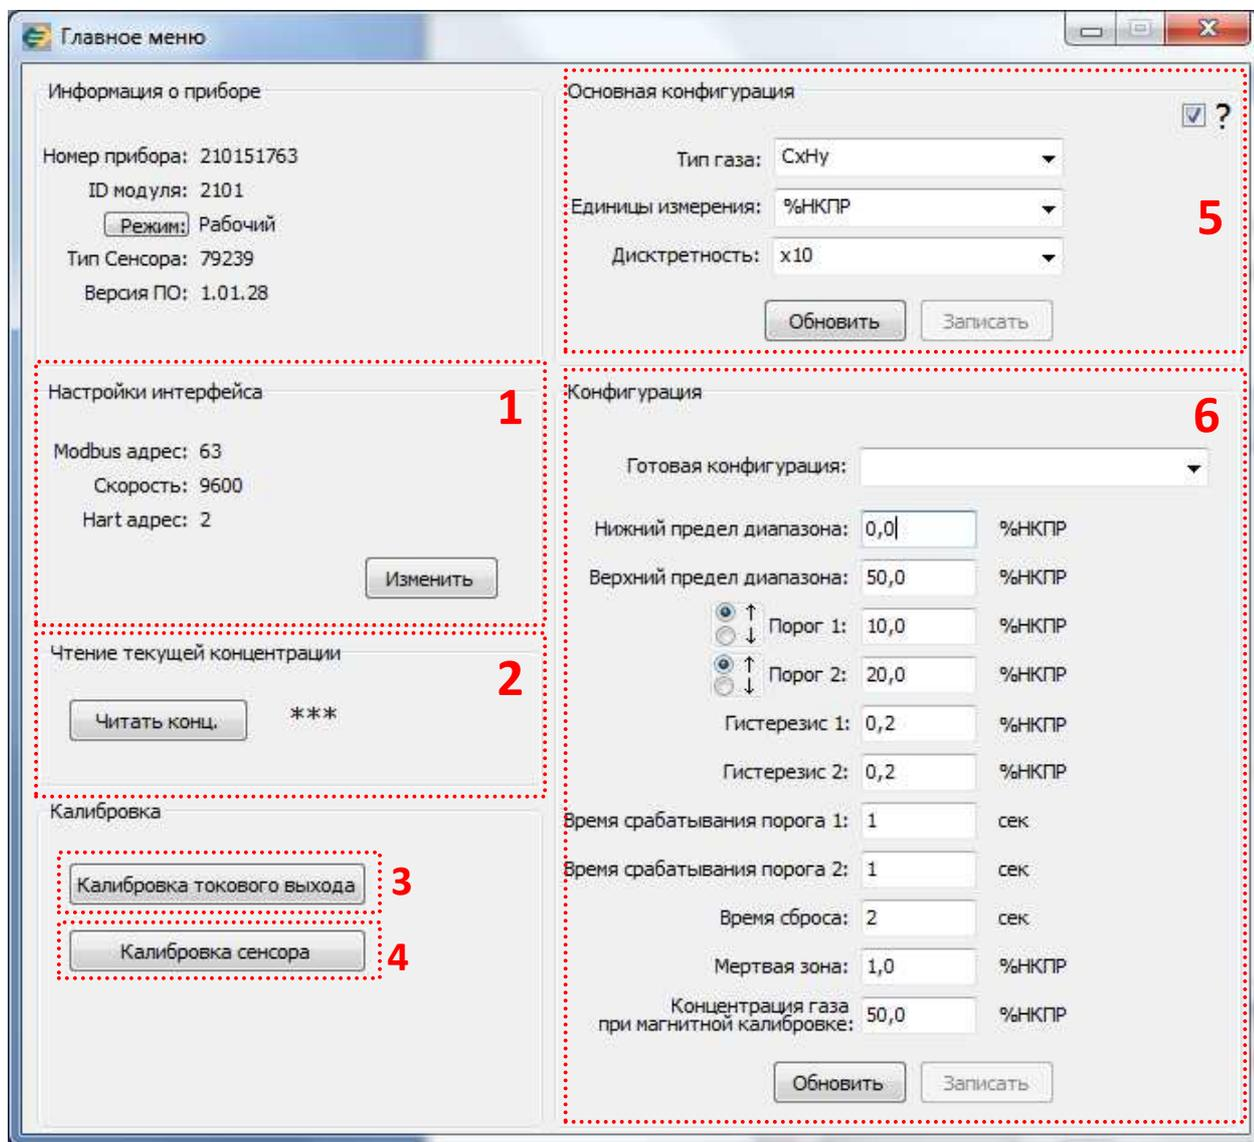

Рисунок 2 – Главное окно программы
5. Нажмите кнопку «Подключить». После этого отобразится главное окно программы (рисунок 2).
Важно!!! При калибровке или изменении параметров прибор автоматически переводится в сервисный режим, данный режим определяется белой световой индикацией центрального светодиода и аналоговый выходной сигнал равен 3мА. Обратно в рабочий режим прибор переводится с помощью кнопки «Режим», находящейся в верхней левой части главного окна ПО (рисунок 2).
Нажмите кнопку «Читать конц.» после чего периодически будет читаться и отображаться (справа от кнопки) концентрация газа, измеряемая прибором (рисунок 2).
8. Нажмите кнопку «Калибровка по газу» (рисунок 2).